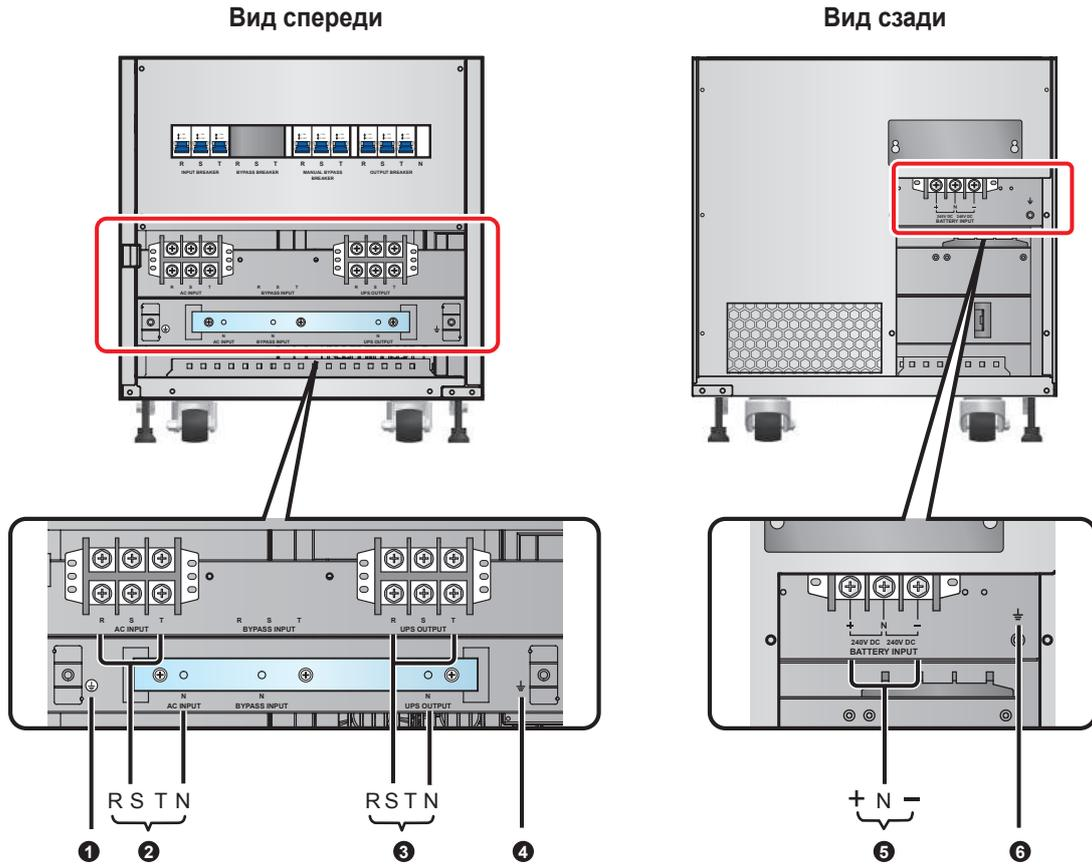

Рис. 6-6. Модель 60 кВА, блок зажимов
- 1 Откройте переднюю дверцу ИБП, снимите переднюю и заднюю панели, чтобы получить доступ к блоку зажимов, показанному на **Рис. 6-6~6-8**.
- 2 Убедитесь, что вы разобрались с подключениями к блоку зажимов, показанными на Рис. 6-6~6-8.